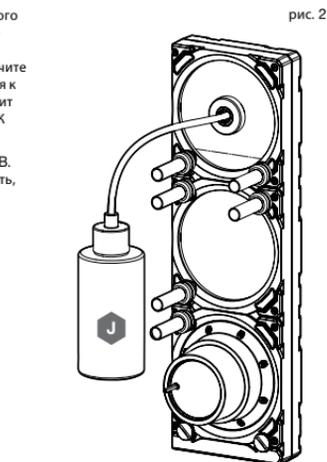

рис. 2
3. Заполните резервуар через верхнее левое отверстие G1/4 хладагентом CORSAIR XL5, используя наполнительный резервуар примерно до 4см (1.5") ниже верхней части (Рис. 2).